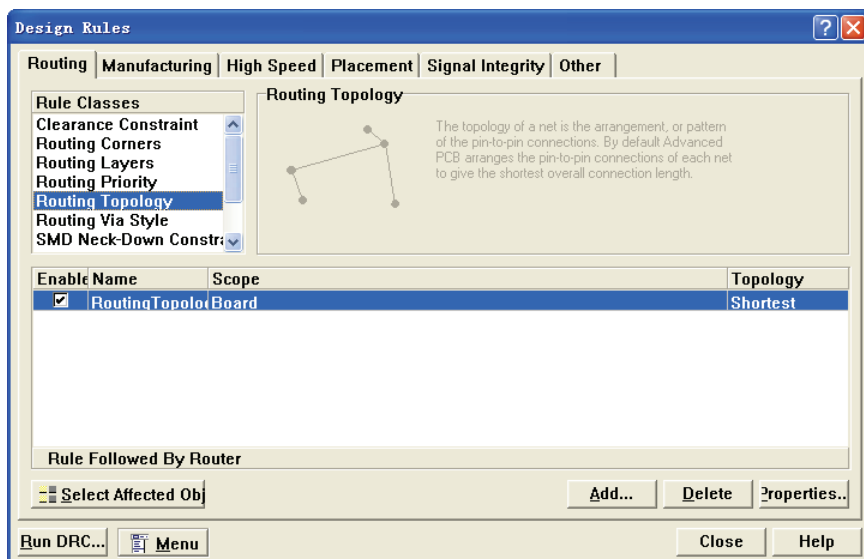
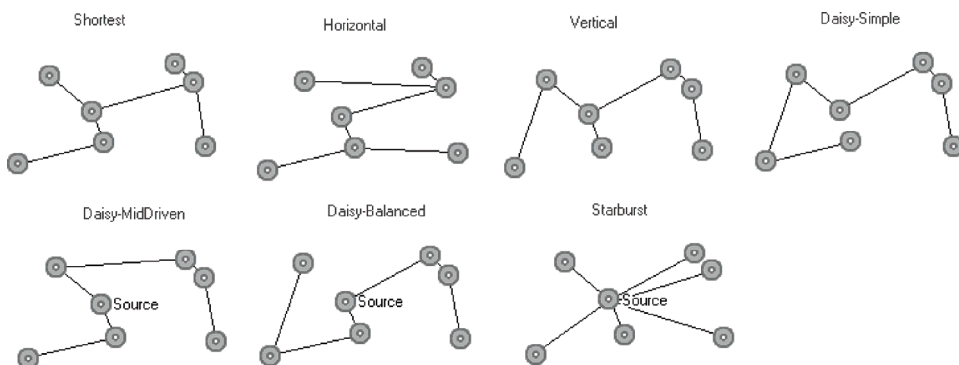

图 8-48 “Routing Topology” 规则设置对话框
图 8-49 PCB 中各种走线拓扑
- “Routing Topology”（走线拓扑布局规则）选项：选择走线的拓扑，如图 8-48 所示为该设置的对话框。在设置该项规则时可以设置一个网络中采用的拓扑走线，各种拓扑如图 8-49 所示。